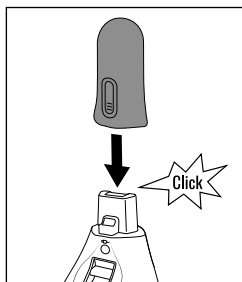

Fig. 4
- ♦ Sæt forsigtigt det korte håndtag 25 på motorenheden 8, indtil det klikker hørbart på plads (se fig. 4).